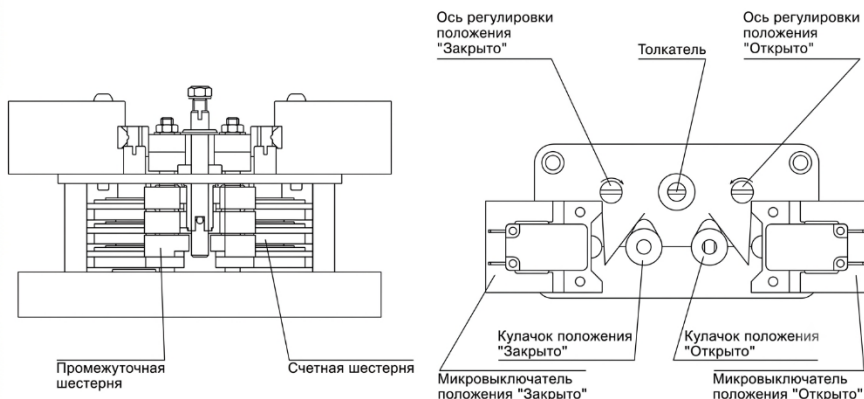

Рис. 3. Контроллер хода (МТ)
**Контроллер хода** (Рис. 3): построен на основе десятичного счётчика.
### 2.3.2. Настройка контроллера хода (Рис. 3)